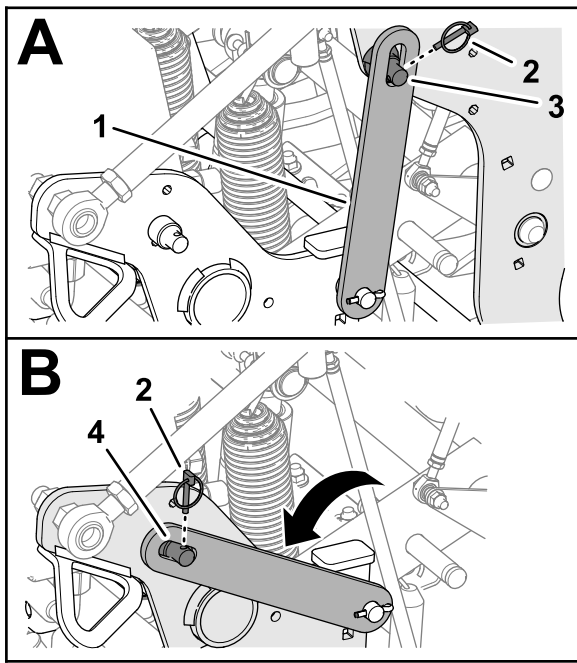

图 112
3. 拆下将检修门锁固定至打孔头支撑销的保险销 图 112。